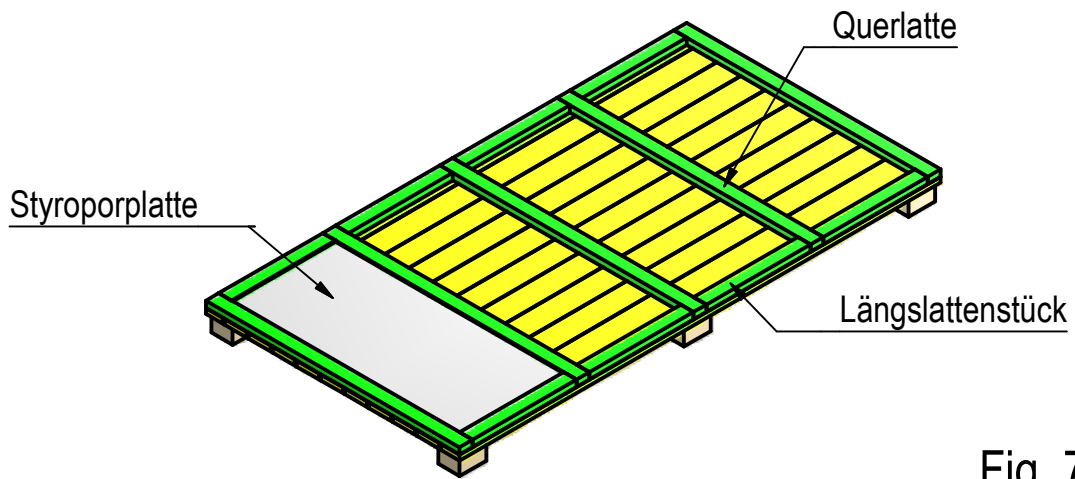

Fig. 7
- Fig. 7- 9: Hundehütte, Boden